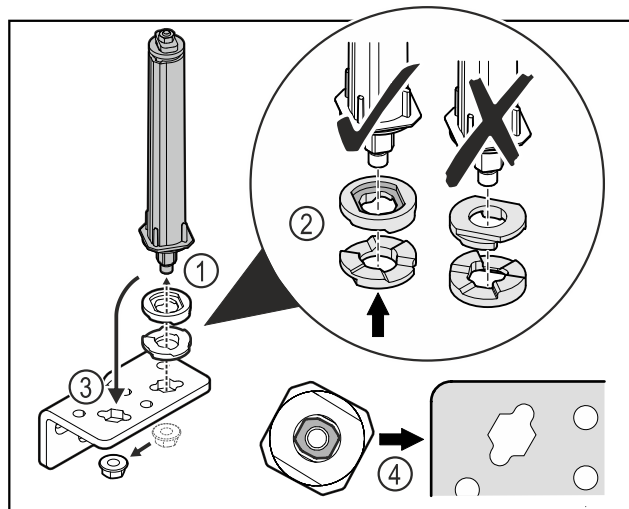

Fig. 35
- ▶ Lossa muttern och ta bort dörrlåssystemet Fig. 35 (1).
- ▶ Se till att rikta brickorna för höjdjustering korrekt Fig. 35 (2).
- ▶ Montera om dörrlåssystemet i gångjärnsfästet och fixera med muttern Fig. 35 (3).
- ▶ Kontrollera att dörrlåssystemet är korrekt riktat vid monteringen Fig. 35 (4).